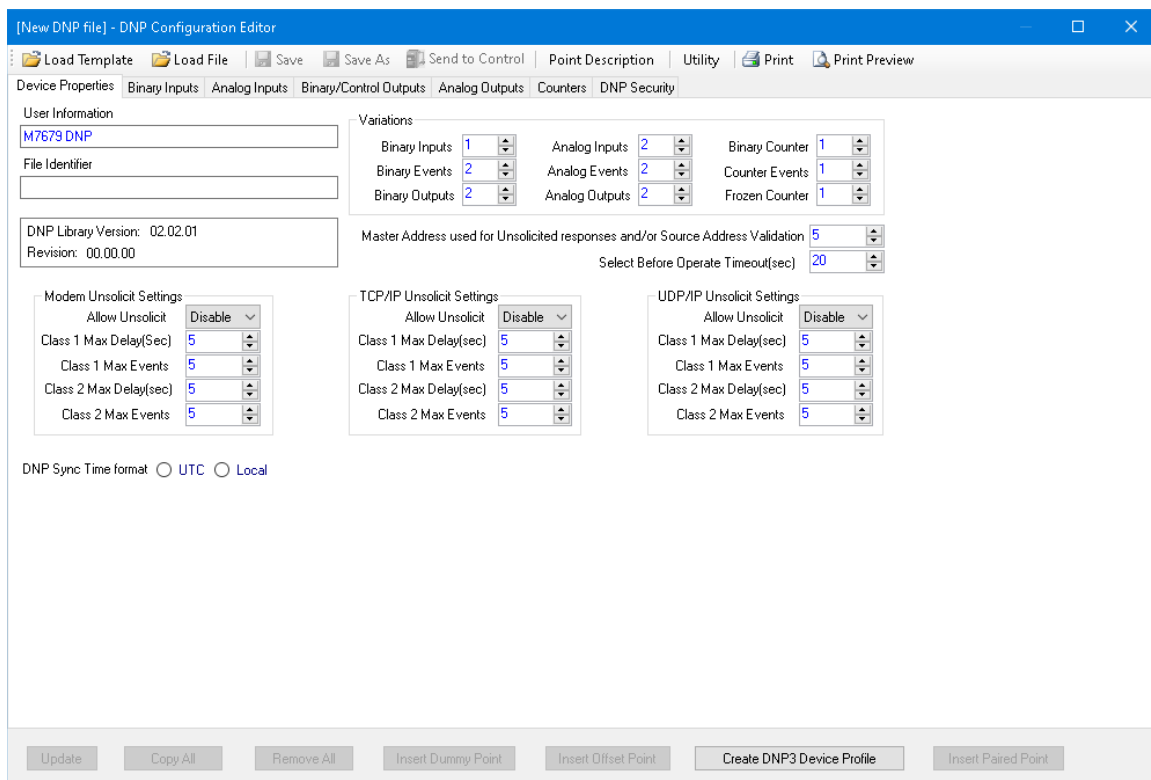

Figura 1-1 Pantalla de editor de configuración DNP
1. Desde la Pantalla Principal de IPScm S-7600 Software de Comunicaciones seleccione **Communication/Protocol/DNP/DNP Configuration Editor**. IPScm mostrará la pantalla de Editor de Configuración DNP (Figura 1-1).